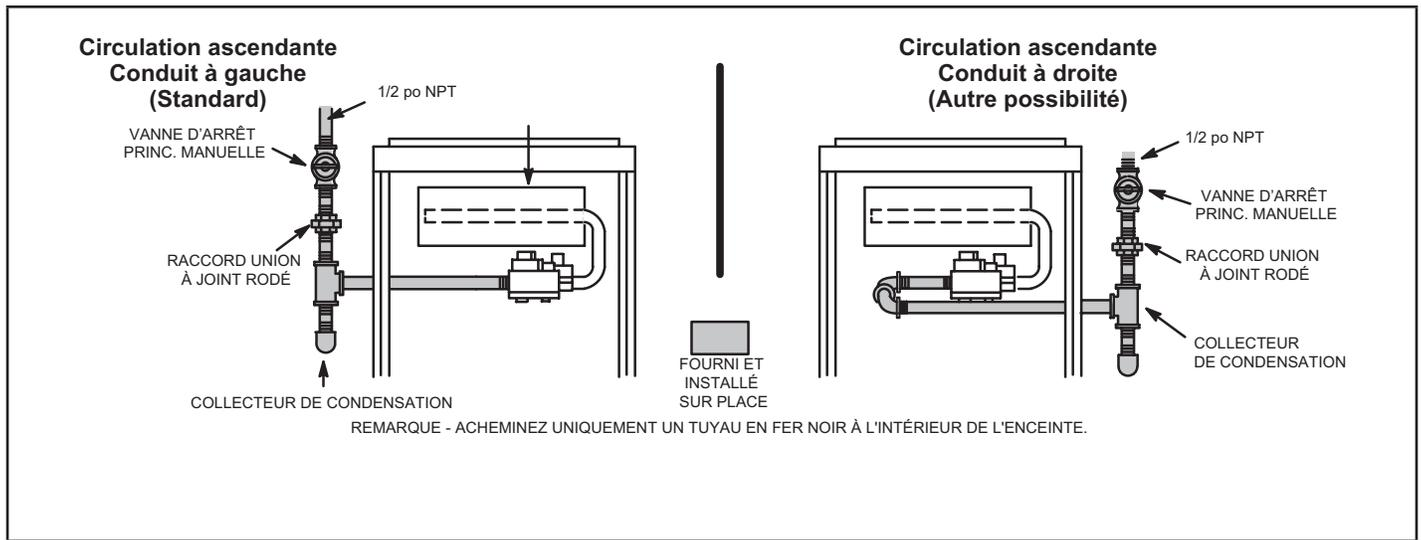
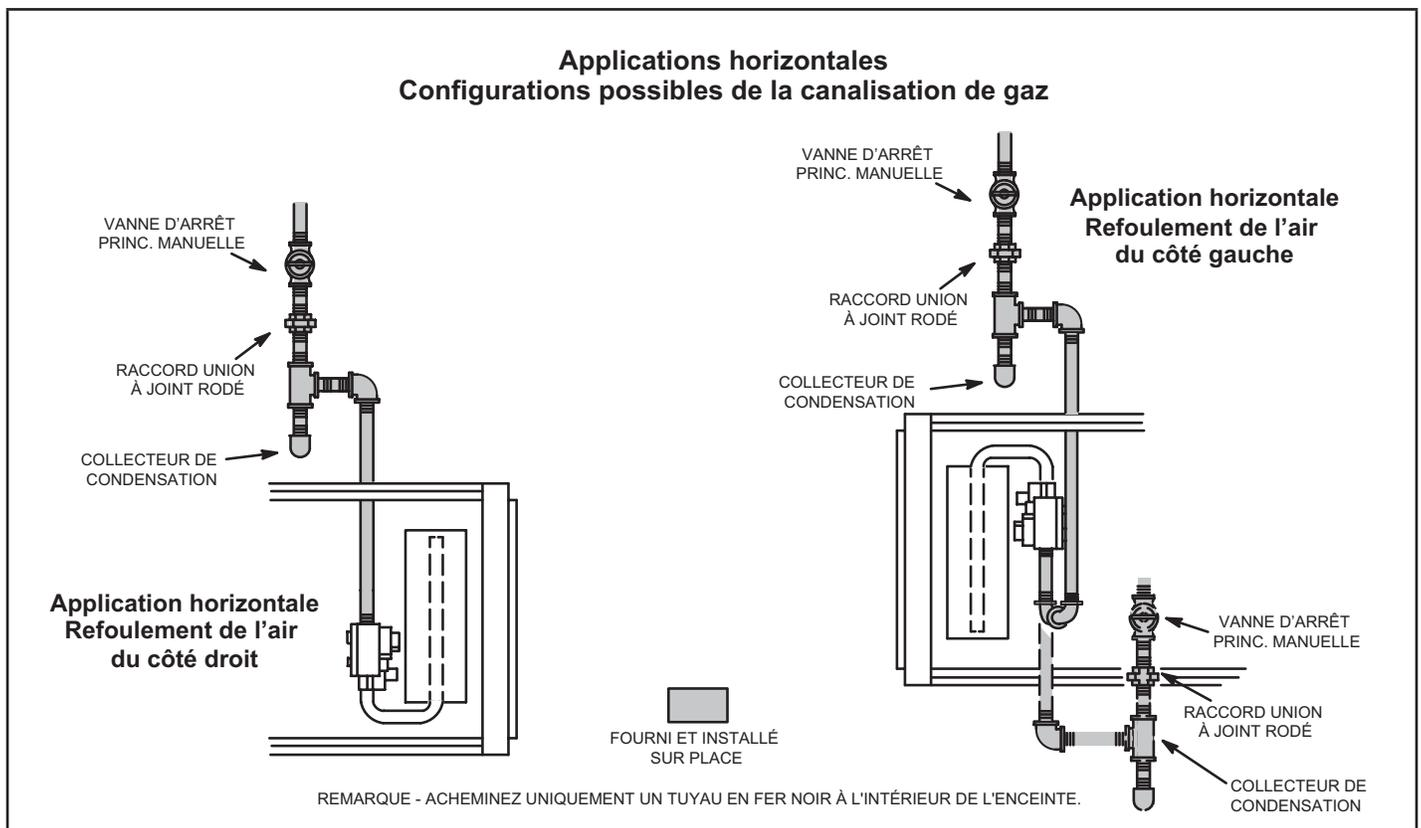

FIGURE 56
FIGURE 57
- 1 - La canalisation de gaz peut pénétrer dans l'appareil par le côté droit ou le côté gauche. La canalisation d'alimentation entre dans la vanne de gaz par le côté de la vanne, comme illustré à la FIGURE 56. Connectez la canalisation de gaz sur la vanne. La canalisation de gaz doit être serrée à un couple minimum de 350 lb-po et un maximum de 800 lb-po sur la vanne de gaz.
- 3 - La canalisation de gaz ne doit pas traverser les conduits d'air, les chutes à linge sale, les cheminées ou conduits d'évacuation des gaz, les monte-plats ou les cages d'ascenseur. Centrez la canalisation de gaz dans l'ouverture. La canalisation de gaz ne doit pas toucher le côté de l'unité. Reportez-vous à la FIGURE 56 et à la FIGURE 57.